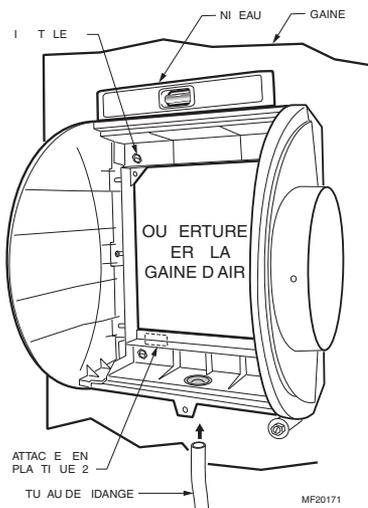

Fig. 4. Installation de l'humidificateur sur le conduit d'air.
7. 7. Mettre le boîtier de l'humidificateur dans le trou (s'assurer qu'il est de niveau) de manière à ce que les attaches de verrouillage soient sur l'arête de la tôle inférieure de l'ouverture. Au besoin, utiliser des pinces pour aplatir les rebords coupés. Voir la figure 4.